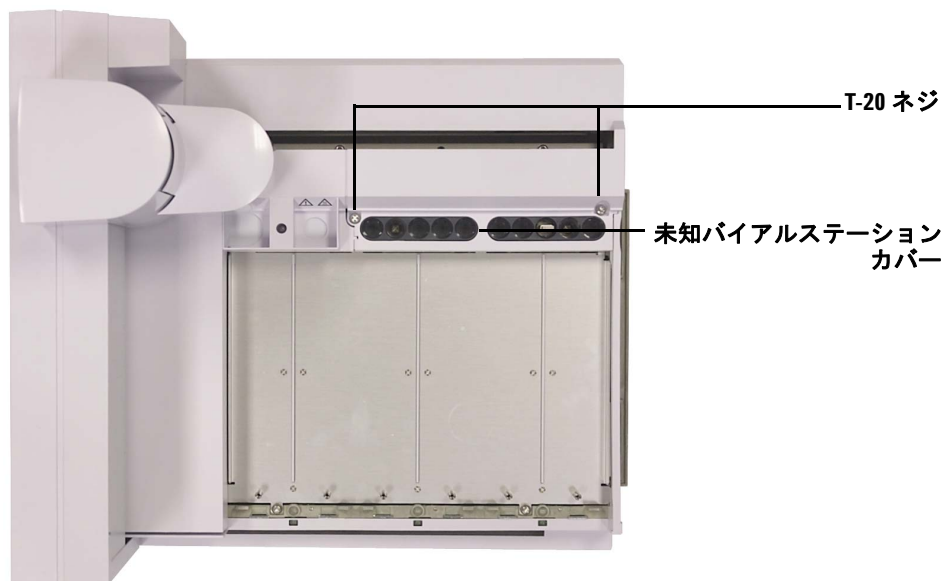

図 78 ネジと未知バイアルステーションカバーを取り外す
- 15 サンプルトレイ上で、未知バイアルステーションカバーを固定している 2 本の T-20 ネジを完全に緩めます (図 78)。